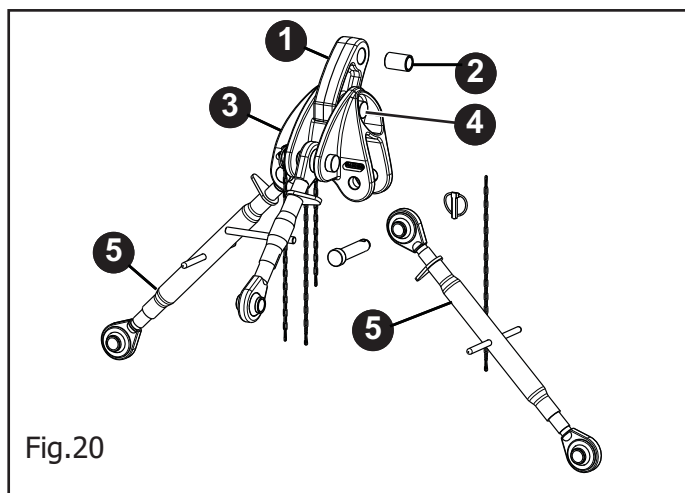

Fig.20
4.2 ATTELAGE DELTA (Fig.20)
Les symboles ont la signification suivante (pour référence voir Fig. 20):